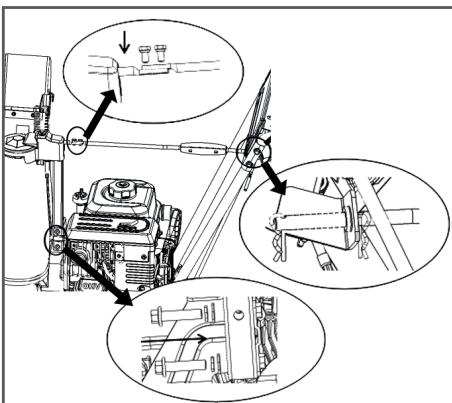

Рис. 5 Фиксация желоба на корпусе
- Стойку механизма поворота желоба установите в кронштейн (Рис. 5) и закрепите ее двумя болтами M8 × 40 с пружинными и обычными шайбами.